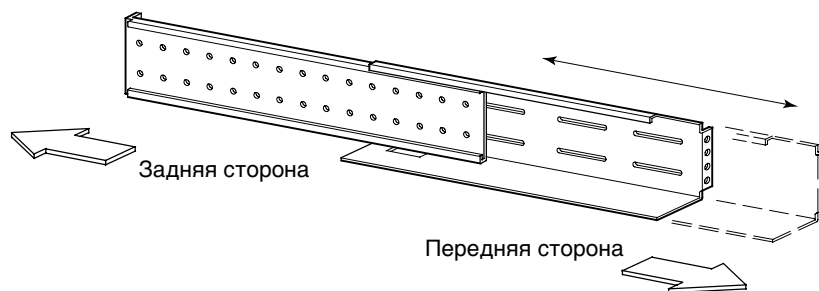
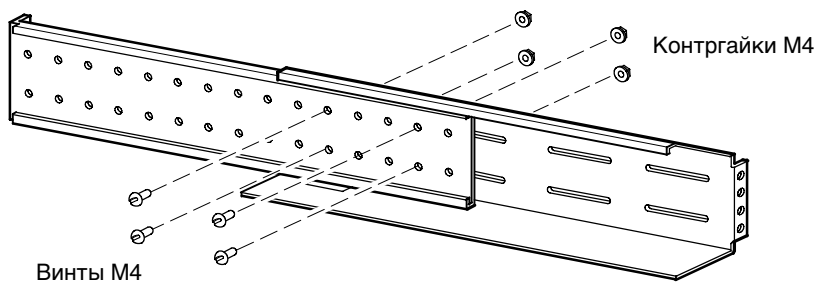

Рисунок 16. Регулирование глубины направляющей
Рисунок 18. Затягивание направляющей (показана правая направляющая в сборе)
2. Если доступ к сторонам вашей стойки затруднен, отрегулируйте длину направляющих (см. рис. 16) и свободно установите скобы (см. рис. 18) до того, как перейти к шагу 3.
4. Отрегулируйте размер направляющей в соответствии с глубиной стойки (см. рис. 16).
7. Для того, чтобы затянуть направляющую, закрепите четыре крепежных винта M4 и четыре контргайки M4 по центру направляющей. Затяните с помощью 7-мм гаечного ключа (9/32"). См. рис. 18.